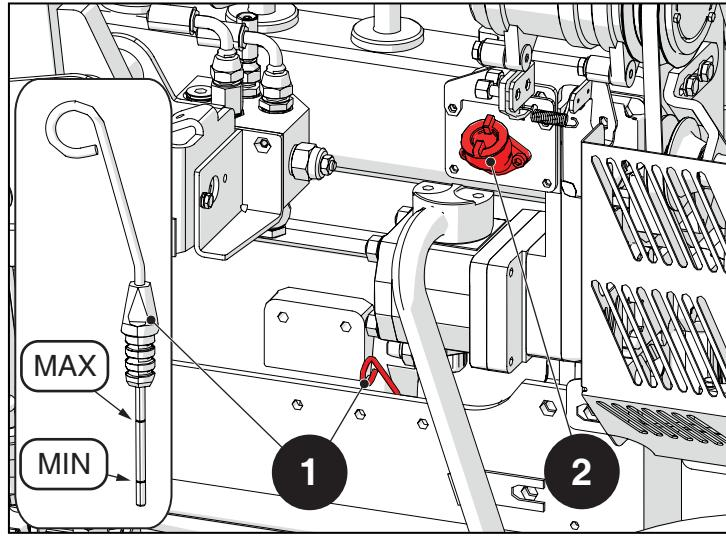

Abb. 6.3
- Den Füllstopfen (2) wieder anschrauben.
Der MAX-Stand am Ölstand (1) darf nicht überschritten werden (Abb. 6.3).